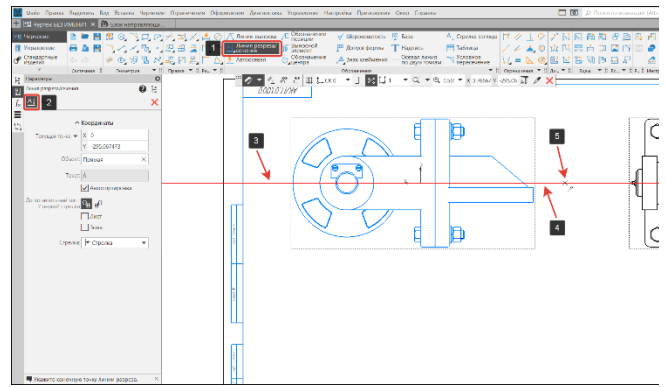

Рисунок 387 Команда Линия разреза/сечения
- В панели обозначения выберем команду Линия разреза/сечения (1), подоперация Линия разреза/сечения (2) (Рисунок 387);
- Укажем начальную точку линии разреза (3), направляющий объект (4) и конечную точку (5) линии разреза (Рисунок 387);